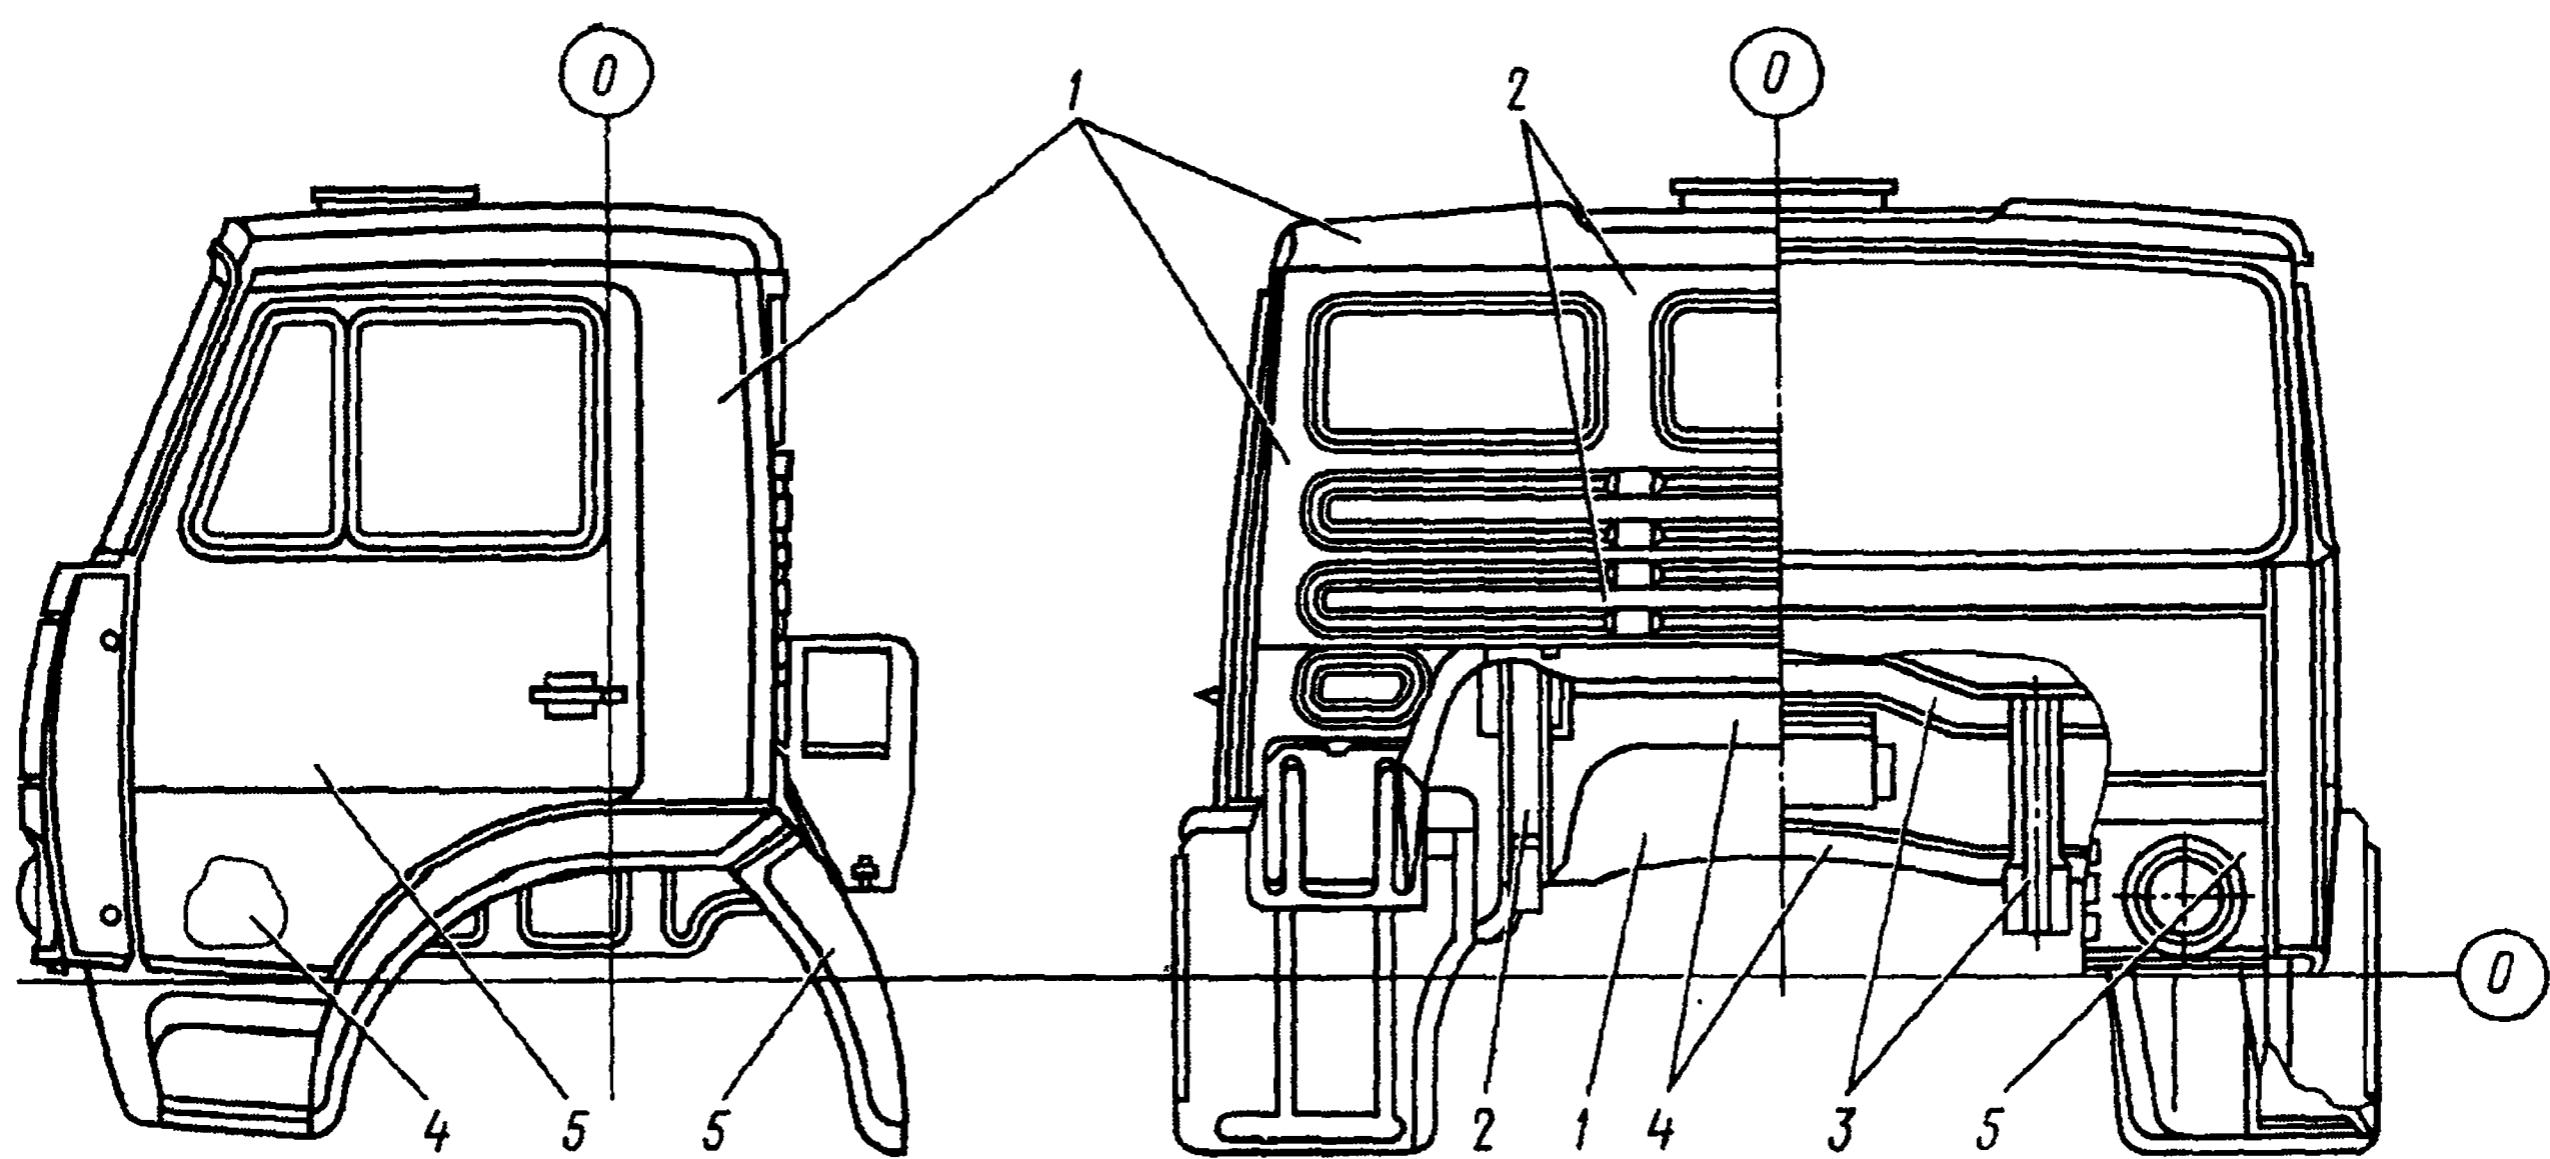

Рис. 380. Дефекты кабины и оперения, устранимые заваркой трещин и приваркой вставки или дополнительной накладки
**Приварка вставки или дополнительной накладки** после заварки трещины применяется при дефектах, характер и места расположения которых показаны на рис. 380:
Накладки для ремонта балок можно вырезать газовой резкой из деталей выбракованных кабин или листовой стали 08, 08Ю в соответствии с эскизами рис. 382. Контуры накладок зачистите от наплыков и плотно подгоните по месту. Усиливающие накладки устанавливайте на деталь симметрично относительно заваренной трещины. При устранении дефекта 2 (см. рис. 380), когда вырезается часть панели с приварной крепежной деталью, на вставке восстановите место крепления. При повреждении резьбы в гайках и пластинах крепления деталей навесок и крепления передних опор кабины замените гайки и пластины. Допускается приварка гаек и болтов дуговой сваркой. Допускается нарезание резьбы ремонтного размера. Приварка деталей навесок, замков и опор кабины не допускается.